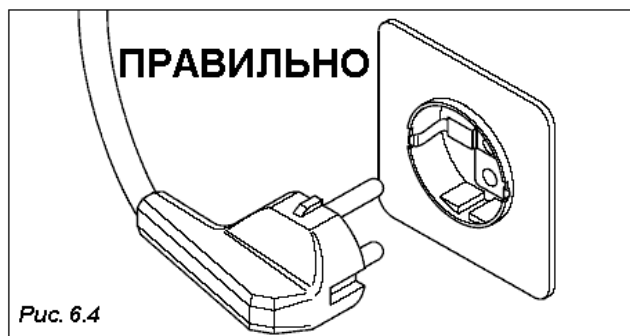

Рис. 6.4
- Торговый автомат укомплектован сетевым шнуром H05WF 3 \times 1,5мм² с вилкой типа SCHUKO (евростандарт) (Рис. 6.4).